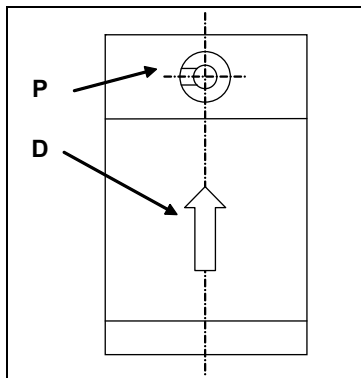

Abb. 7 Position Durchflussmessgerät beim Impulsgebereinbau
4. Durchflussmessgerät aufstellen siehe Abb. 7, Seite 30.
5. Indexierhülse **626.5** einpressen, dabei unbedingt die richtige Position beachten, siehe Abb. 7, Seite 30. Die korrekte Position der Nut ist 90° nach links zur Durchflussrichtung verdreht, max. Winkelfehler +/- 10°.